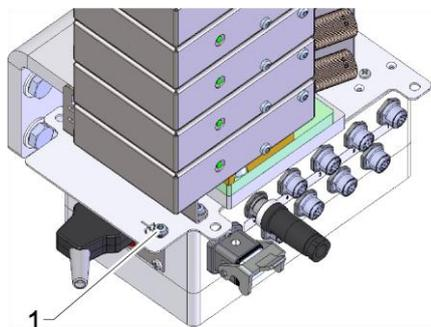

Fig. 20: Tierra funcional
(Para el punto de conexi3n de la tierra funcional, v3ase (1) Fig. 20)